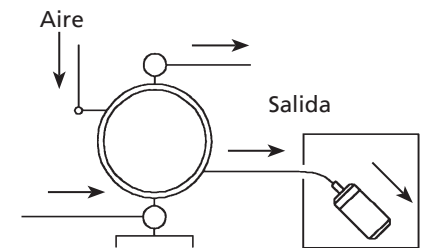

Figura 9
- El escape deberá orientarse hacia afuera, no hacia el fluido en el cual la bomba esté sumergida. Para obtener información sobre cómo orientar el escape, consulte el AVISO en la página 8 - Disposición del escape externo, y la Figura 9 que se da a continuación.